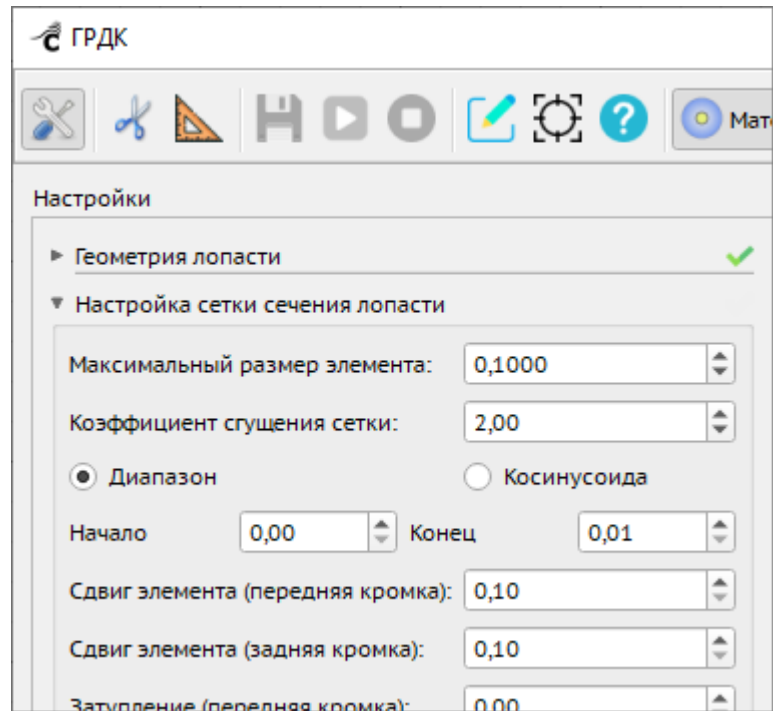

Рисунок 425 – Блок «Настройка сетки сечения лопасти». Дополнительные поля настройки «Коэффициент сгущения сетки»
- «Коэффициент сгущения сетки» – коэффициент, управляющий степенью сгущения (уменьшения размера) ячеек сетки по направлению к поверхности профиля/ При значении коэффициента больше 1 отображаются дополнительные поля настроек (Рисунок 425).